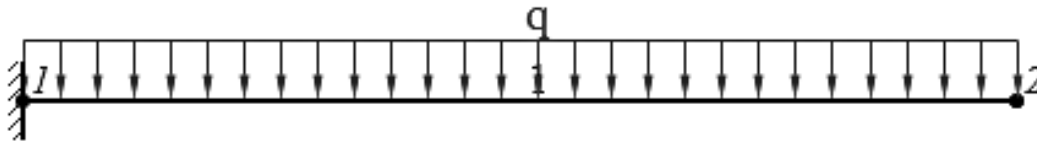

Рис. 5.1 – Балка с опорой в виде жесткой заделки
**Задание 5.1.** Дана балка с опорой в виде жесткой заделки (см. рис. 5.1). К балке приложена равномерно-распределенная нагрузка  $q$ , кН/м. Значение нагрузки задано по вариантам. Длина балки  $l_{12} = 5$  м. Определить числовые значения реакций, возникающих в жесткой заделке.